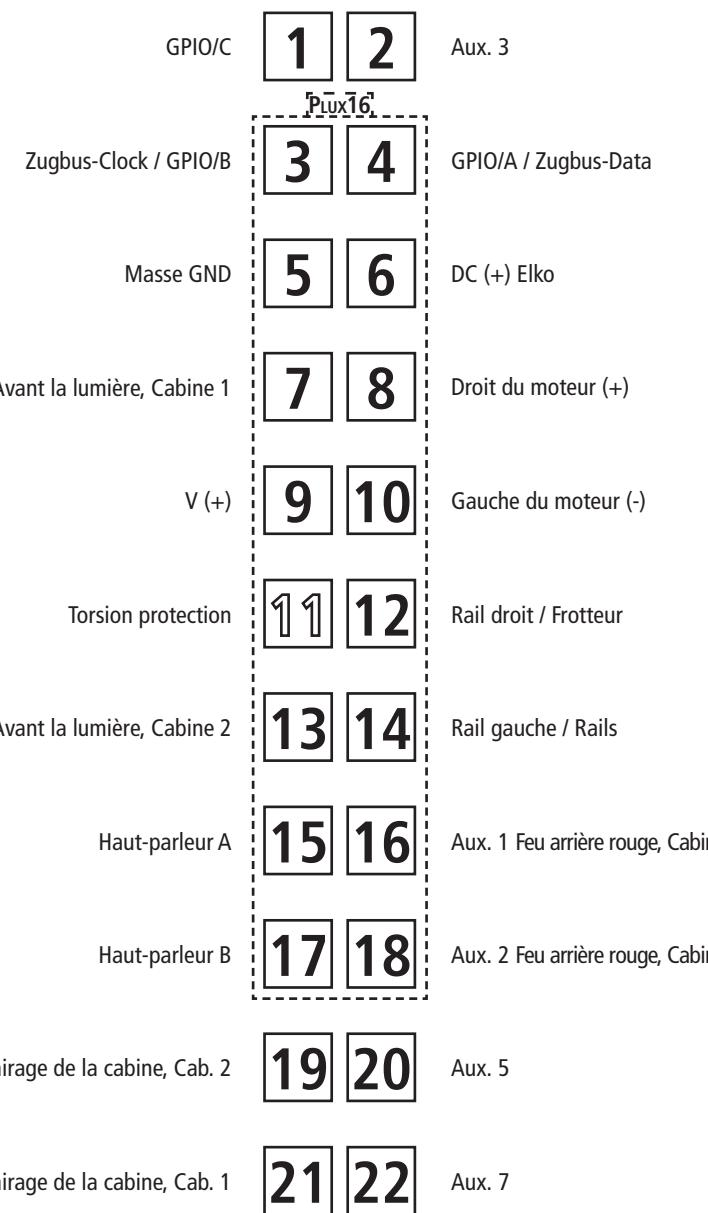

Fig. 6
1. Reinigung der Radstromkontakte: Radstromkontakte können auf unsauberen Schienen leicht verschmutzen. Entfernen Sie **vorsichtig** mit einem kleinen Pinsel **den Schmutz** an den in Fig. 6 gekennzeichneten Stellen.
1. Cleaning of wheel contacts: Wheel contacts easily get dirty on tracks which are not entirely clean. Use a small brush to **remove dirt** from spots marked in fig. 6.
1. Nettoyage des lames de courant aux roues: Les lames de contacts risquent de s'encaisser rapidement sur des voies poussiéreuses. Veuillez **enlever la poussière** aux endroits marqués à la fig. 6 à l'aide d'un petit pinceau souple.